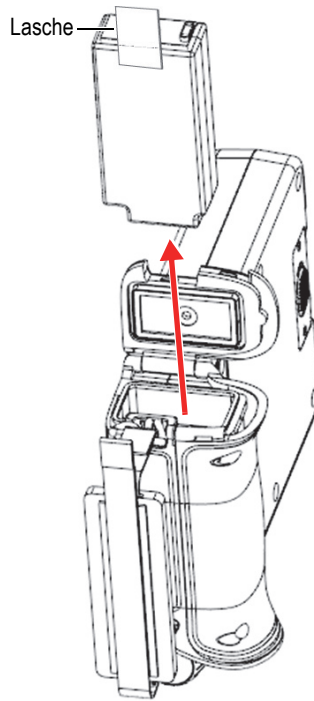

Abbildung 4-3 Entfernen des Akkus
4. Ziehen Sie die Lasche am Akku nach oben, um den Akku zu lösen und herauszunehmen (siehe Abbildung 4-3 auf Seite 47).